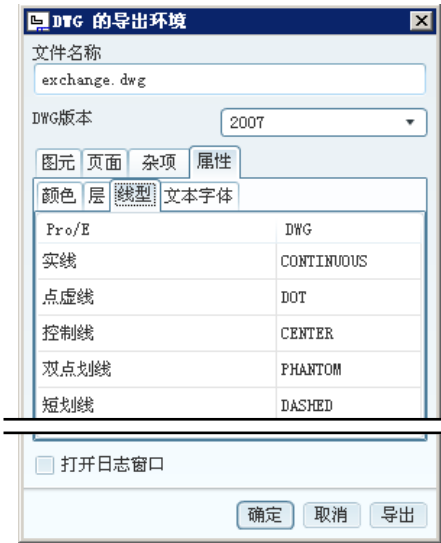

图 9.5.13 “线型”子选项卡
③ 在图 9.5.13 所示的 **线型** 子选项卡中, 系统已列出了“Pro/E”中当前所有线型在“DWG”文件中对应线型的名称, 本例中不做修改。